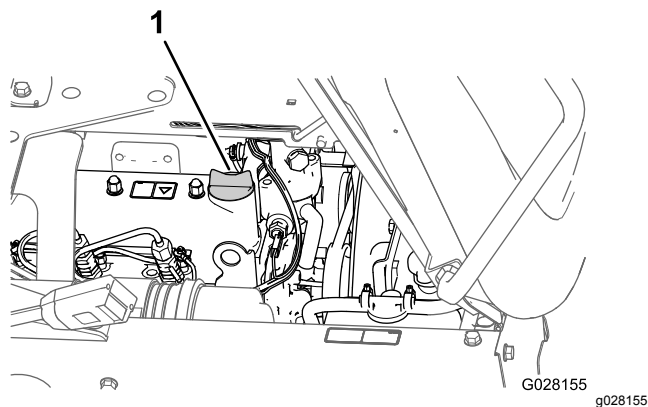

Figure 73
5. Enlevez le bouchon de remplissage d'huile du goulot de remplissage sur le couvre-culasse et versez avec précaution environ 80 % de la quantité d'huile spécifiée dans le goulot de remplissage (Figure 73).
8. Remettez le bouchon de remplissage d'huile dans le goulot de remplissage (Figure 73).